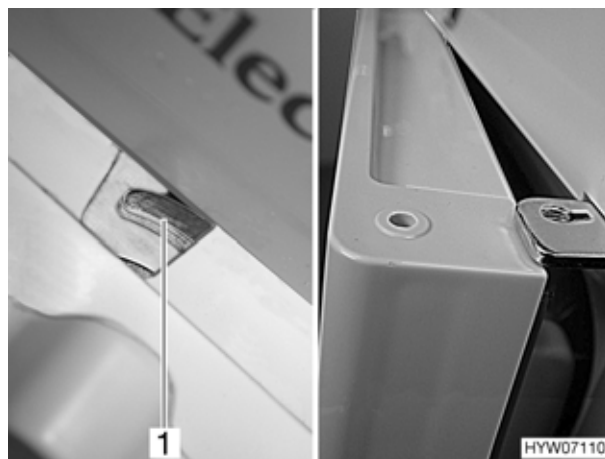

Fig. 164 Porta del frigorifero in posizione di aerazione (variante 3)
- Bloccare la porta del frigorifero con l'ausilio dell'arresto della porta (Fig. 164,1). In questo modo la porta rimane ferma in posizione socchiusa (Fig. 164).